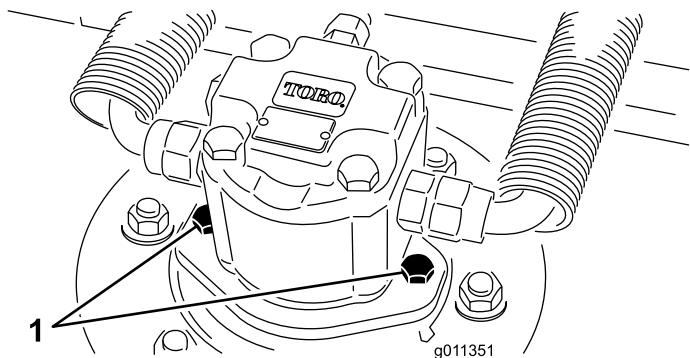

図 78
2. デッキから油圧モータを外す 図 78。異物がつかないように、スピンドル上部にはカバーを掛けておく。
4. デッキに油圧モータを取り付ける 図 78。Oリングを忘れずに、また、損傷させないように注意して取り付ける。